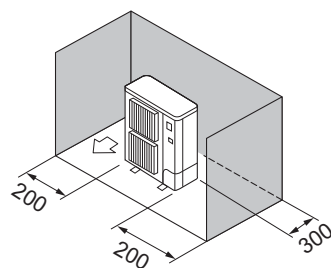

Fig. 3-7
- ③ Obstáculos apenas na parte de trás e nos lados (Fig. 3-7)